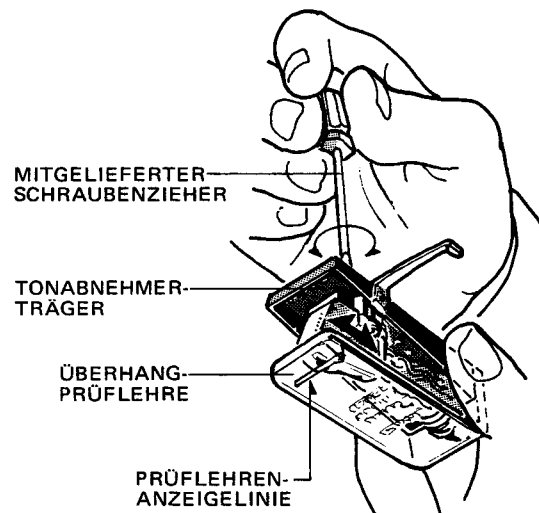

Abb. 2
4. Justieren Sie den Überhang mit Hilfe der mitgelieferten Überhang-Prüflehre. Halten Sie dabei den Tonabnehmerträger gemäß Abb. 2 gegen die Überhang-Prüflehre, richten Sie die Anzeigelinie auf der Überhang-Prüflehre auf die in richtige Lage gebrachte Nadel aus, befestigen Sie diese einwandfrei mit Hilfe der Befestigungsschrauben und achten Sie dabei darauf, daß sie nicht auf eine Seite schräggestellt ist.